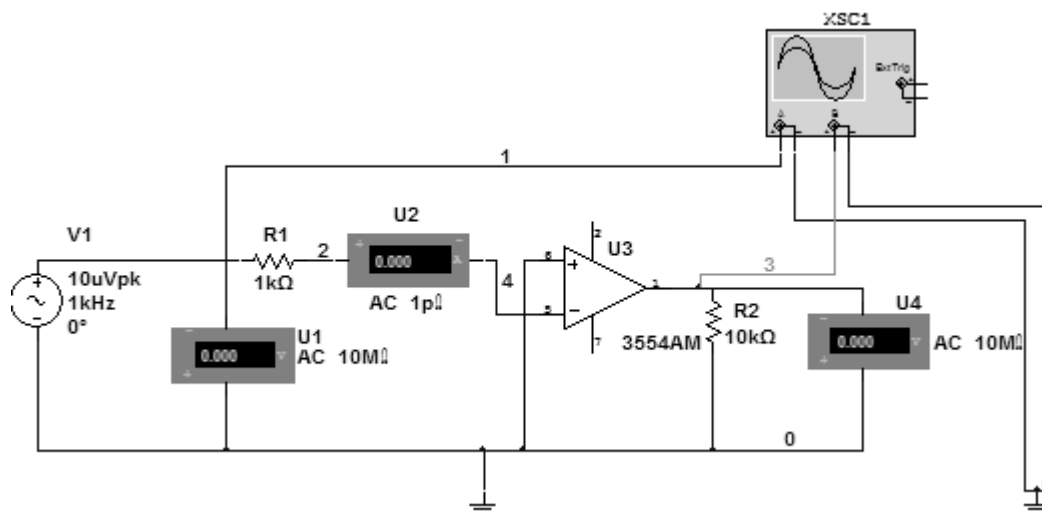

Рис. 3
5.1. Откройте схему ОУ, включенного без обратной связи (рис. 3). Для этого необходимо активизировать программу Multisim. Выбрать папку «Электронная техника» и открыть файл «ОУ без ООС».